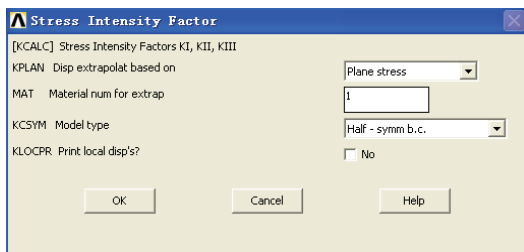
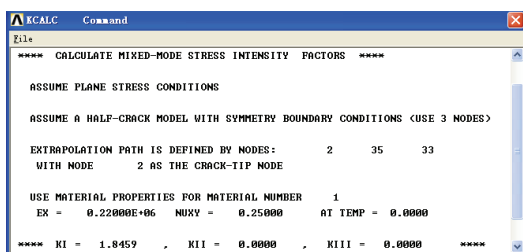

图 8-24 计算应力强度因子
图 8-25 应力强度因子计算结果显示
6) 选择 Main Menu | General Postproc | Nodal Calcs | Stress Int Factr 命令, 出现 Stress Intensity Factor 对话框, 参照图 8-24 对其进行设置, 单击 OK 按钮, ANSYS 将显示应力强度因子计算结果, 如图 8-25 所示。